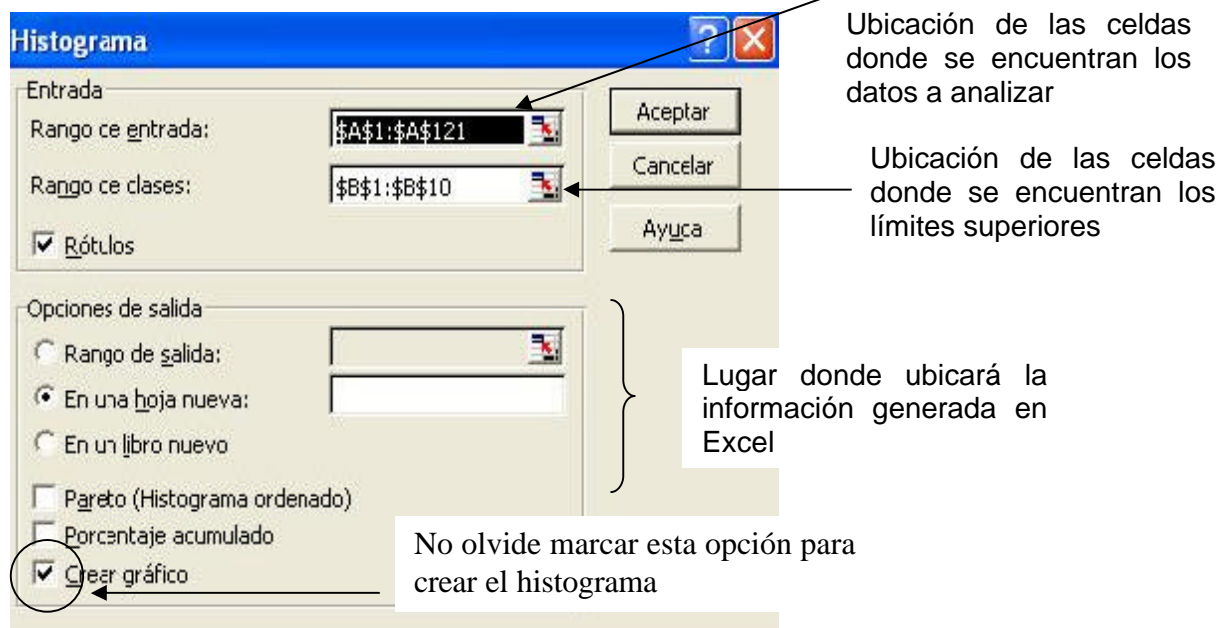

Figura 42 Opciones para la construcción de un HISTOGRAMA
- b) Luego de presionar ACEPTAR en la Figura 42, se desplegará la siguiente pantalla: